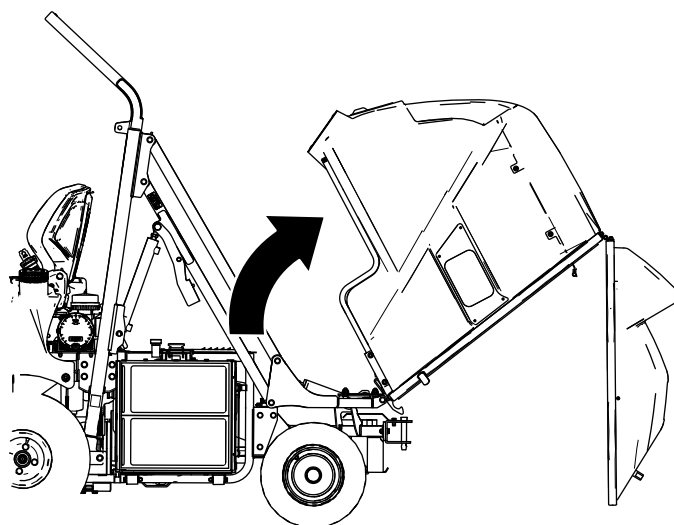

Figura 50
2. Gire la tolva hacia arriba y hacia atrás (Figura 50) de forma manual.